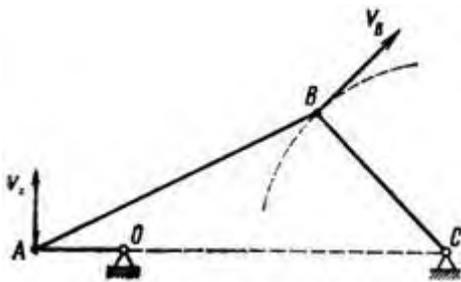

Рисунок 24
3. В четырехзвенном механизме OABC (рис. 24) точка A движется по круговой траектории радиусом $OA = 0,15$ м, а точка B – по дуге радиусом $BC = 0,3$ м, $OC = 0,5$ м. Определить для данного положения механизма скорость точки B, если $v_A = 4,55$ м/с.